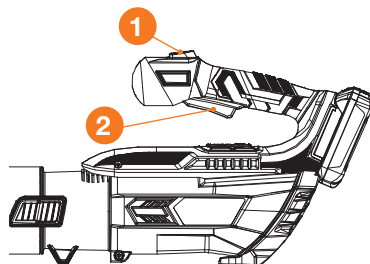

Рис. 13
2. Нажмите и держите рычаг включения **1** (Рис. 13) на рукоятке, для включения воздуходувки.